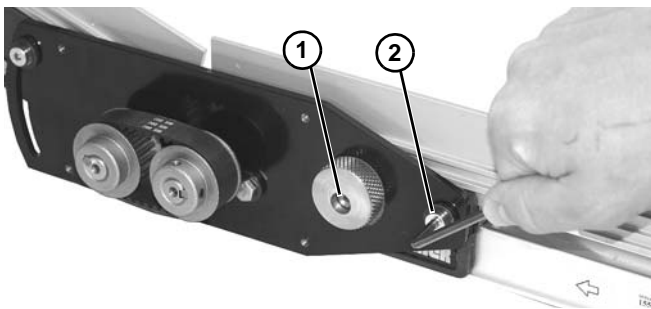

Figura 82
9. Apriete el tornillo prisionero (Figura 82, artículo 1) en la leva para fijar la tensión de la banda.
10. Apriete el tornillo (Figura 82, artículo 2) a 7 Nm para fijar la posición.